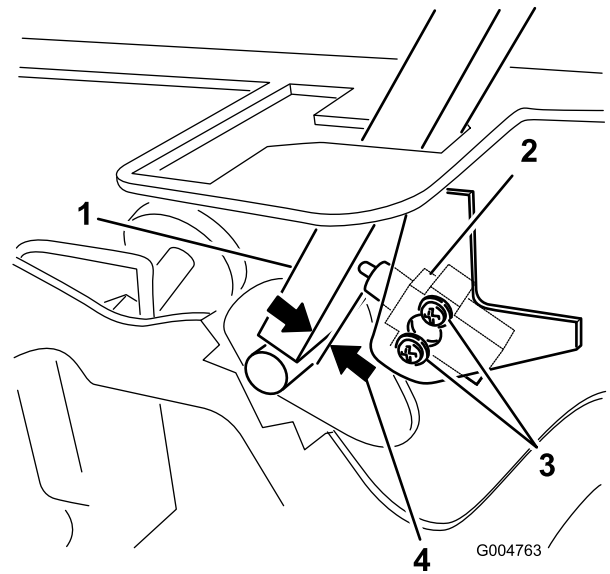

Bild 57
3. Lösen Sie die zwei Schrauben, mit denen der Sicherheitsschalter befestigt ist (Bild 57).
4. Halten Sie den Fahrtriebshebel gegen den Rahmen und schieben Sie den Schalter zum Hebel, bis der Abstand zwischen dem Hebel und dem Schaltergehäuse 0,4 bis 1 mm beträgt (Bild 57).